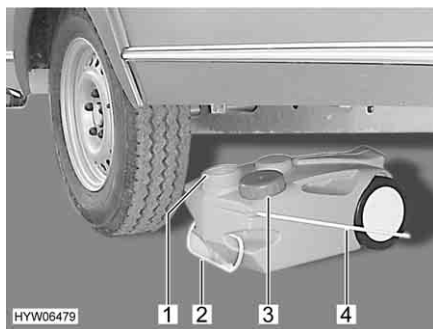

Fig. 145 Serbatoio delle acque grigie, mobile
- Chiudere l'apertura del serbatoio delle acque grigie (Fig. 145,1) con il coperchio (Fig. 145,3).
- Estrarre il serbatoio delle acque grigie tramite la maniglia (Fig. 145,2).
- Sollevare verso l'alto la maniglia da asporto (Fig. 145,4) e posizionare verticalmente il serbatoio delle acque grigie.